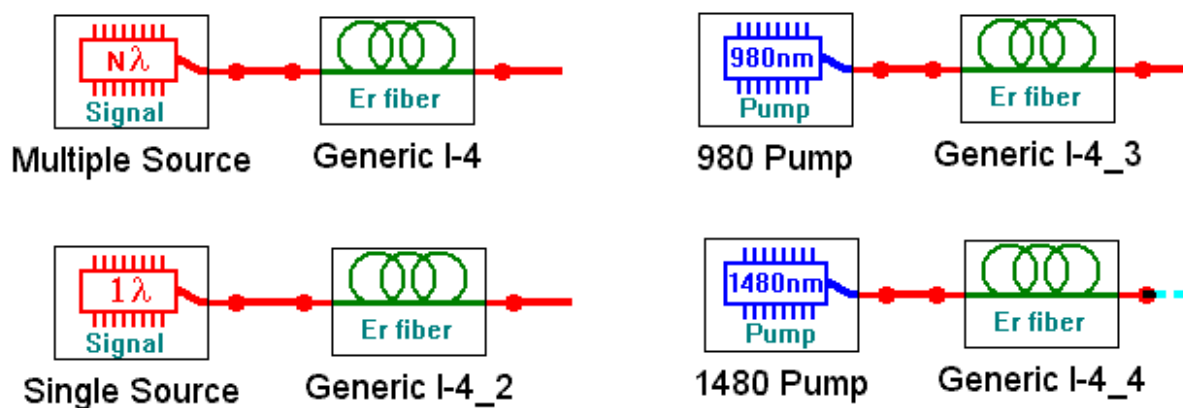

Рис. 1.1. Схемы подключения источников излучения к эрбиевому ОВ.
1.2. Соберите сразу 2 схемы (рис. 1.1) с источниками $N\lambda$ и $I\lambda$ для исследования затухания эрбиевого ОВ в диапазоне длин волн 1520-1560 нм. При сборке схем не забудьте к выходу исследуемого ОВ подключить отрезок ОВ.
- 1.6. Соберите сразу 2 схемы (рис. 1.1) с источниками излучения накачки **980 nm Pump** и **1480 nm Pump** и теми же ОВ.